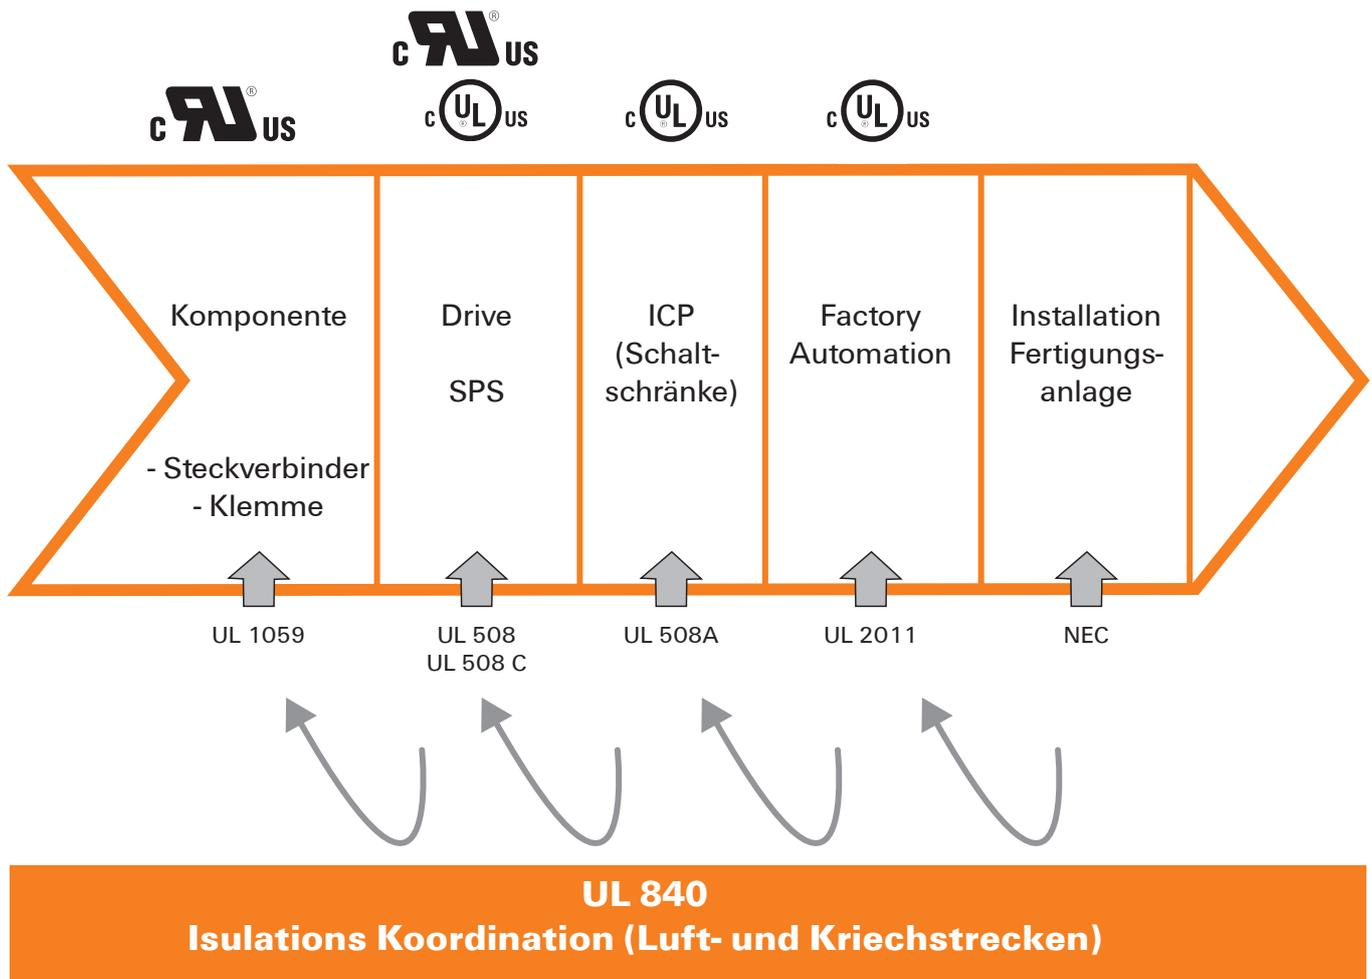

Abb. 13: Prozess der Zertifizierung nach UL
- Abbildung 13: Prozess der Zertifizierung nach UL